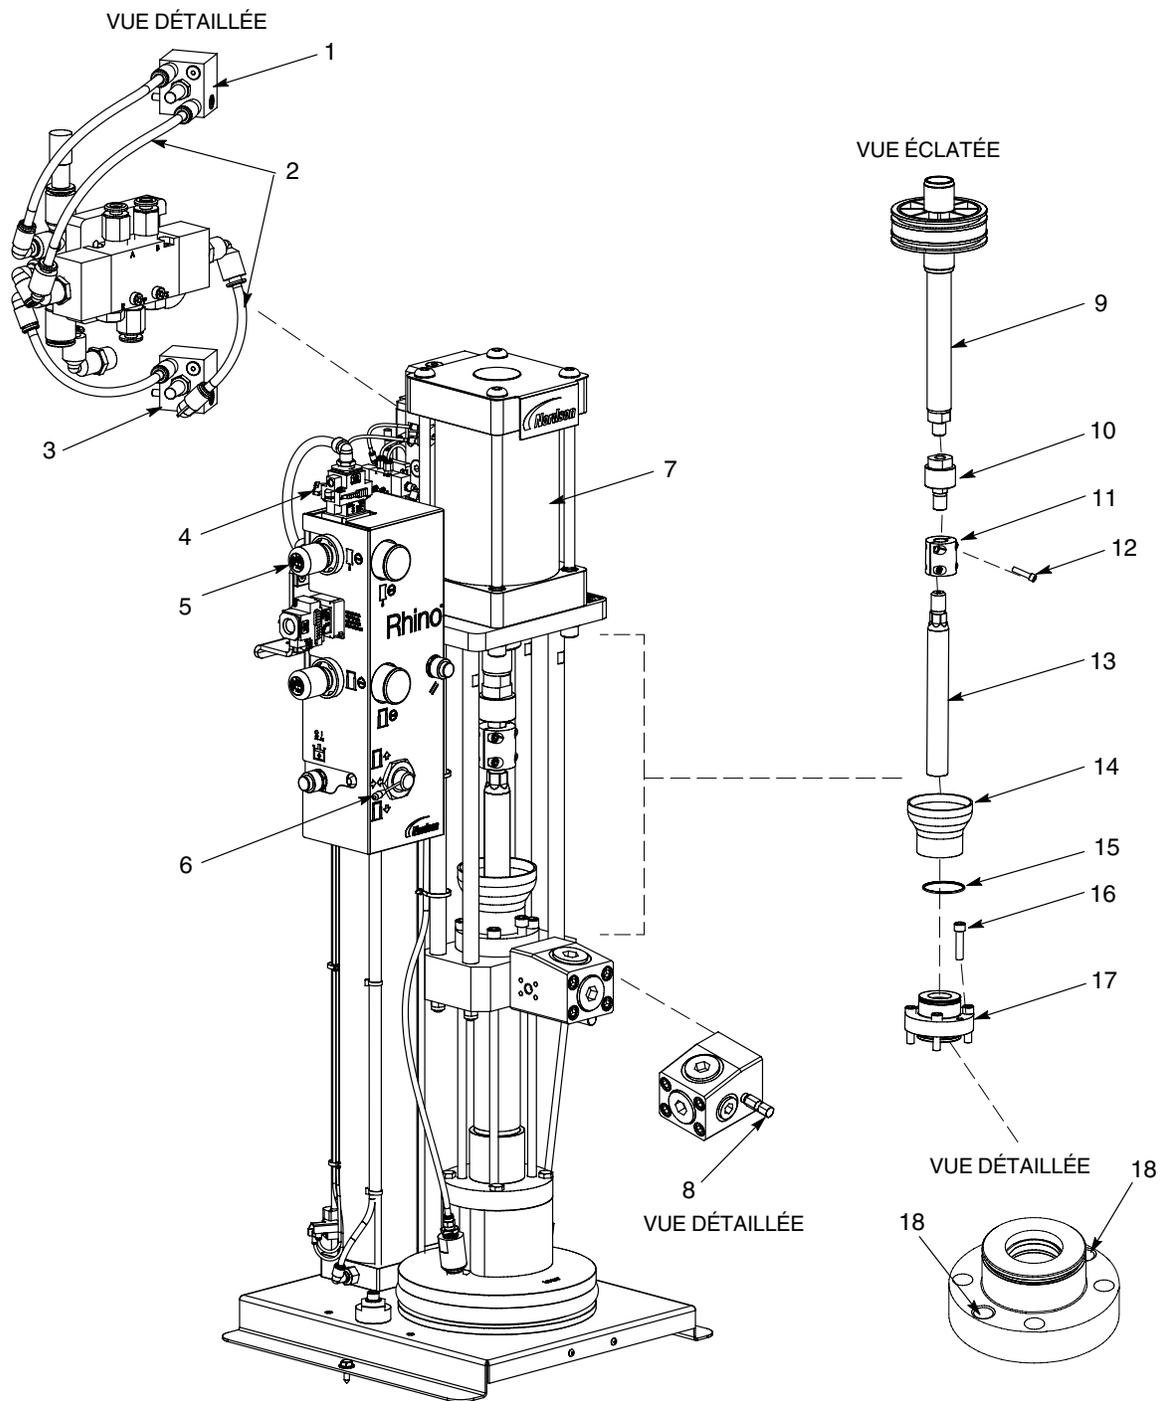

Figure 1 Dépose du presse-étoupe
Voir la figure 1.
- Voir la figure 1. Rebrancher la conduite d'air de sortie (2) au capteur magnétique inférieur (3).